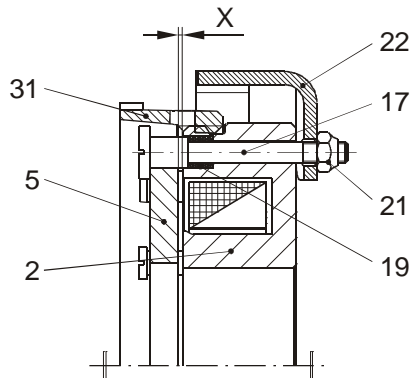

Bild 2
Das Einstellmaß X (Luftspalt zwischen Ankerscheibe (5) und Spulenträger (2)) entnehmen Sie Tabelle 1 und Bild 2.